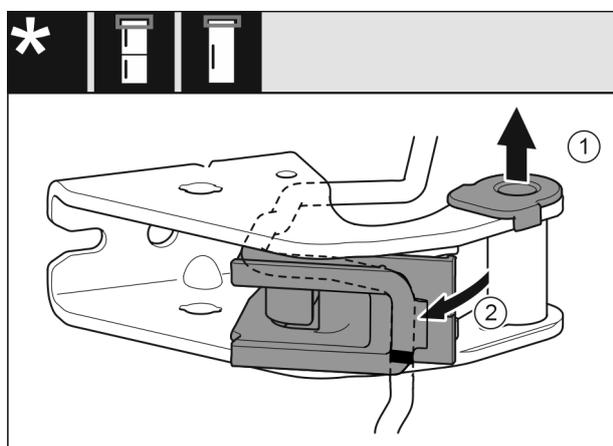

Fig. 27
- ▶ Estrarre la bronzina Fig. 27 (1) dalla guida.
- ▶ Ruotare verso l'esterno il supporto del cavo Fig. 27 (2).